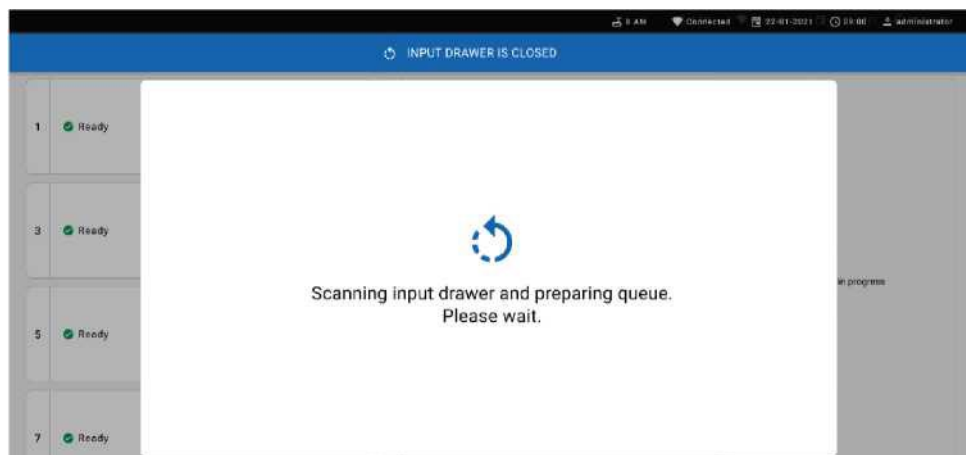

Рис. 61. Экран подготовки очереди.
13. Закройте загрузочный лоток, когда все картриджи будут отсканированы и вставлены. Система просканирует картриджи и подготовит очередь (рис. 61).